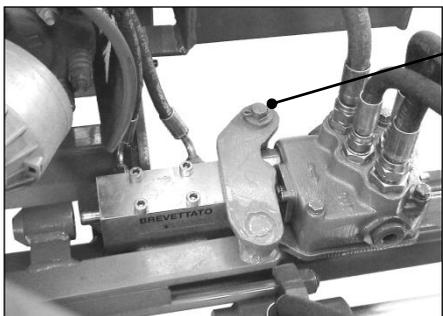

Fig. 10
- Ingrassare la leva di azionamento del distributore al punto E (fig. 10)